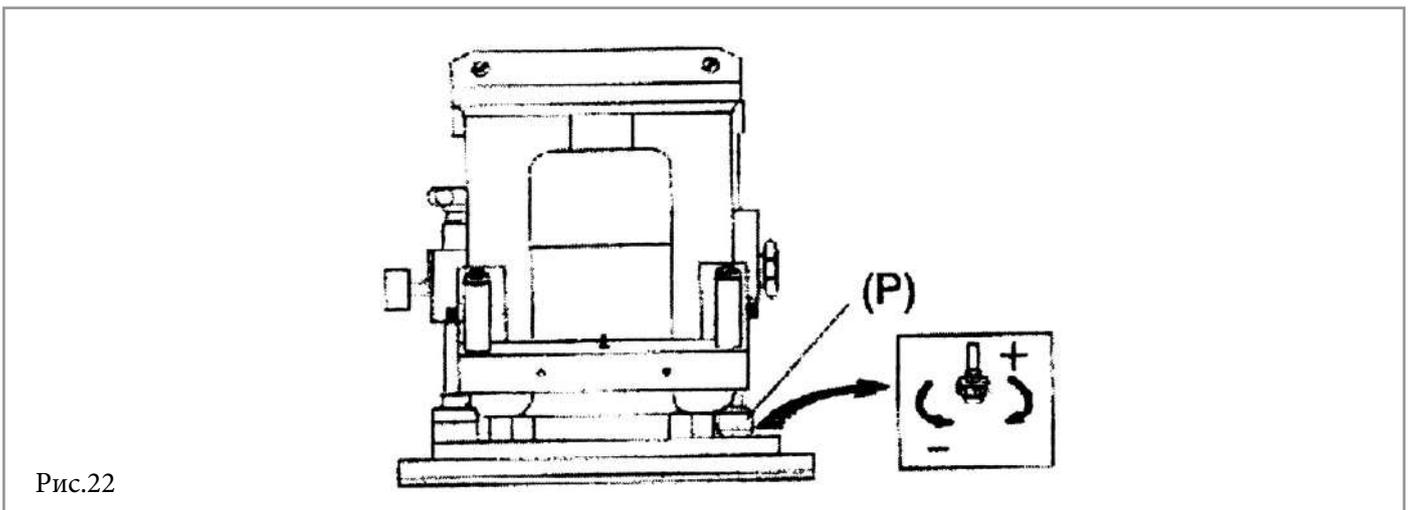

Рис.22
e) Можно использовать регулировочный винт, как показано на рисунке (P), для микрорегулировки силы резания (рис. 22).